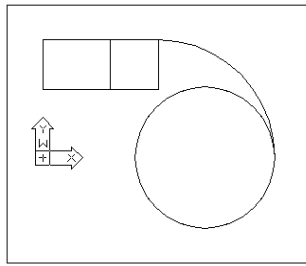

图 18-26
(4) 切换到顶视图。单击  按钮或者执行 View→3D Views→Top 命令。
(5) 作圆弧。单击  按钮。作以 (99, 0) 为圆心的半径为 100 的 90° 的圆弧, 结果如图 18-26 所示。